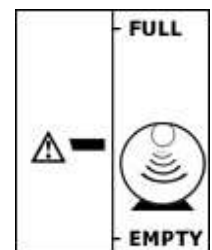

Fig. 9
3) Un triangle clignotant avec barre au milieu: pas d'écho ultrasonique (fig 9)